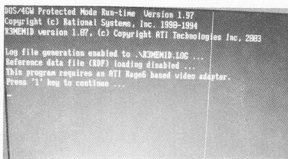

图 5-86 程序不支持
(3) 在程序选择界面按 A, 使用 R3 测试。首先启动是 R3 1.07 版本, 提示不支持该显卡, 如图 5-86 所示。